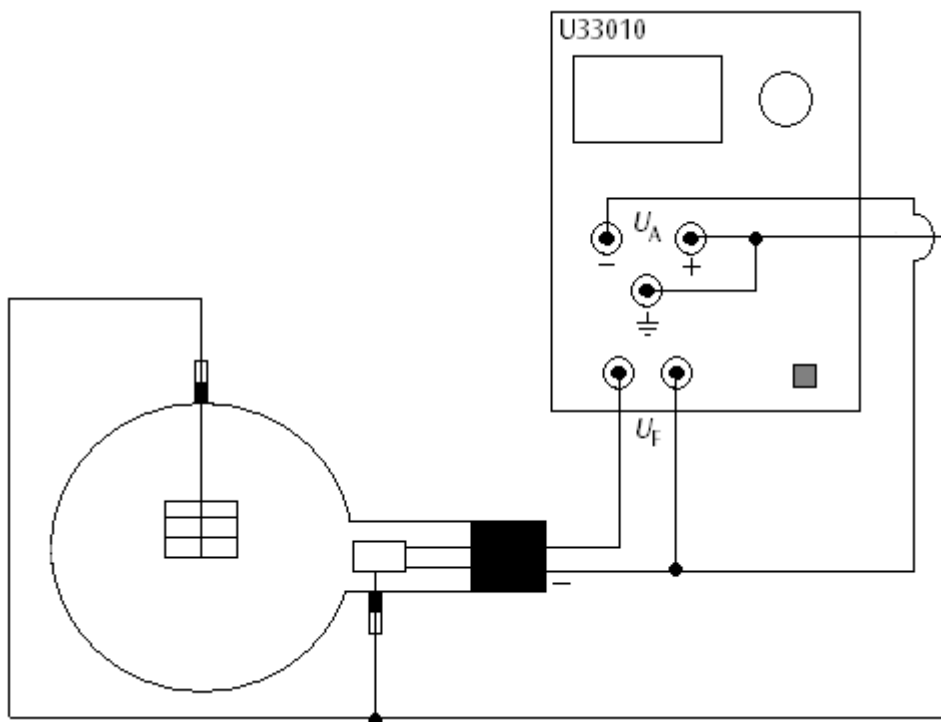

Fig. 1 Anregung durch Elektronenbestrahlung
- Lumineszenzröhre gemäß Fig. 1 beschalten.